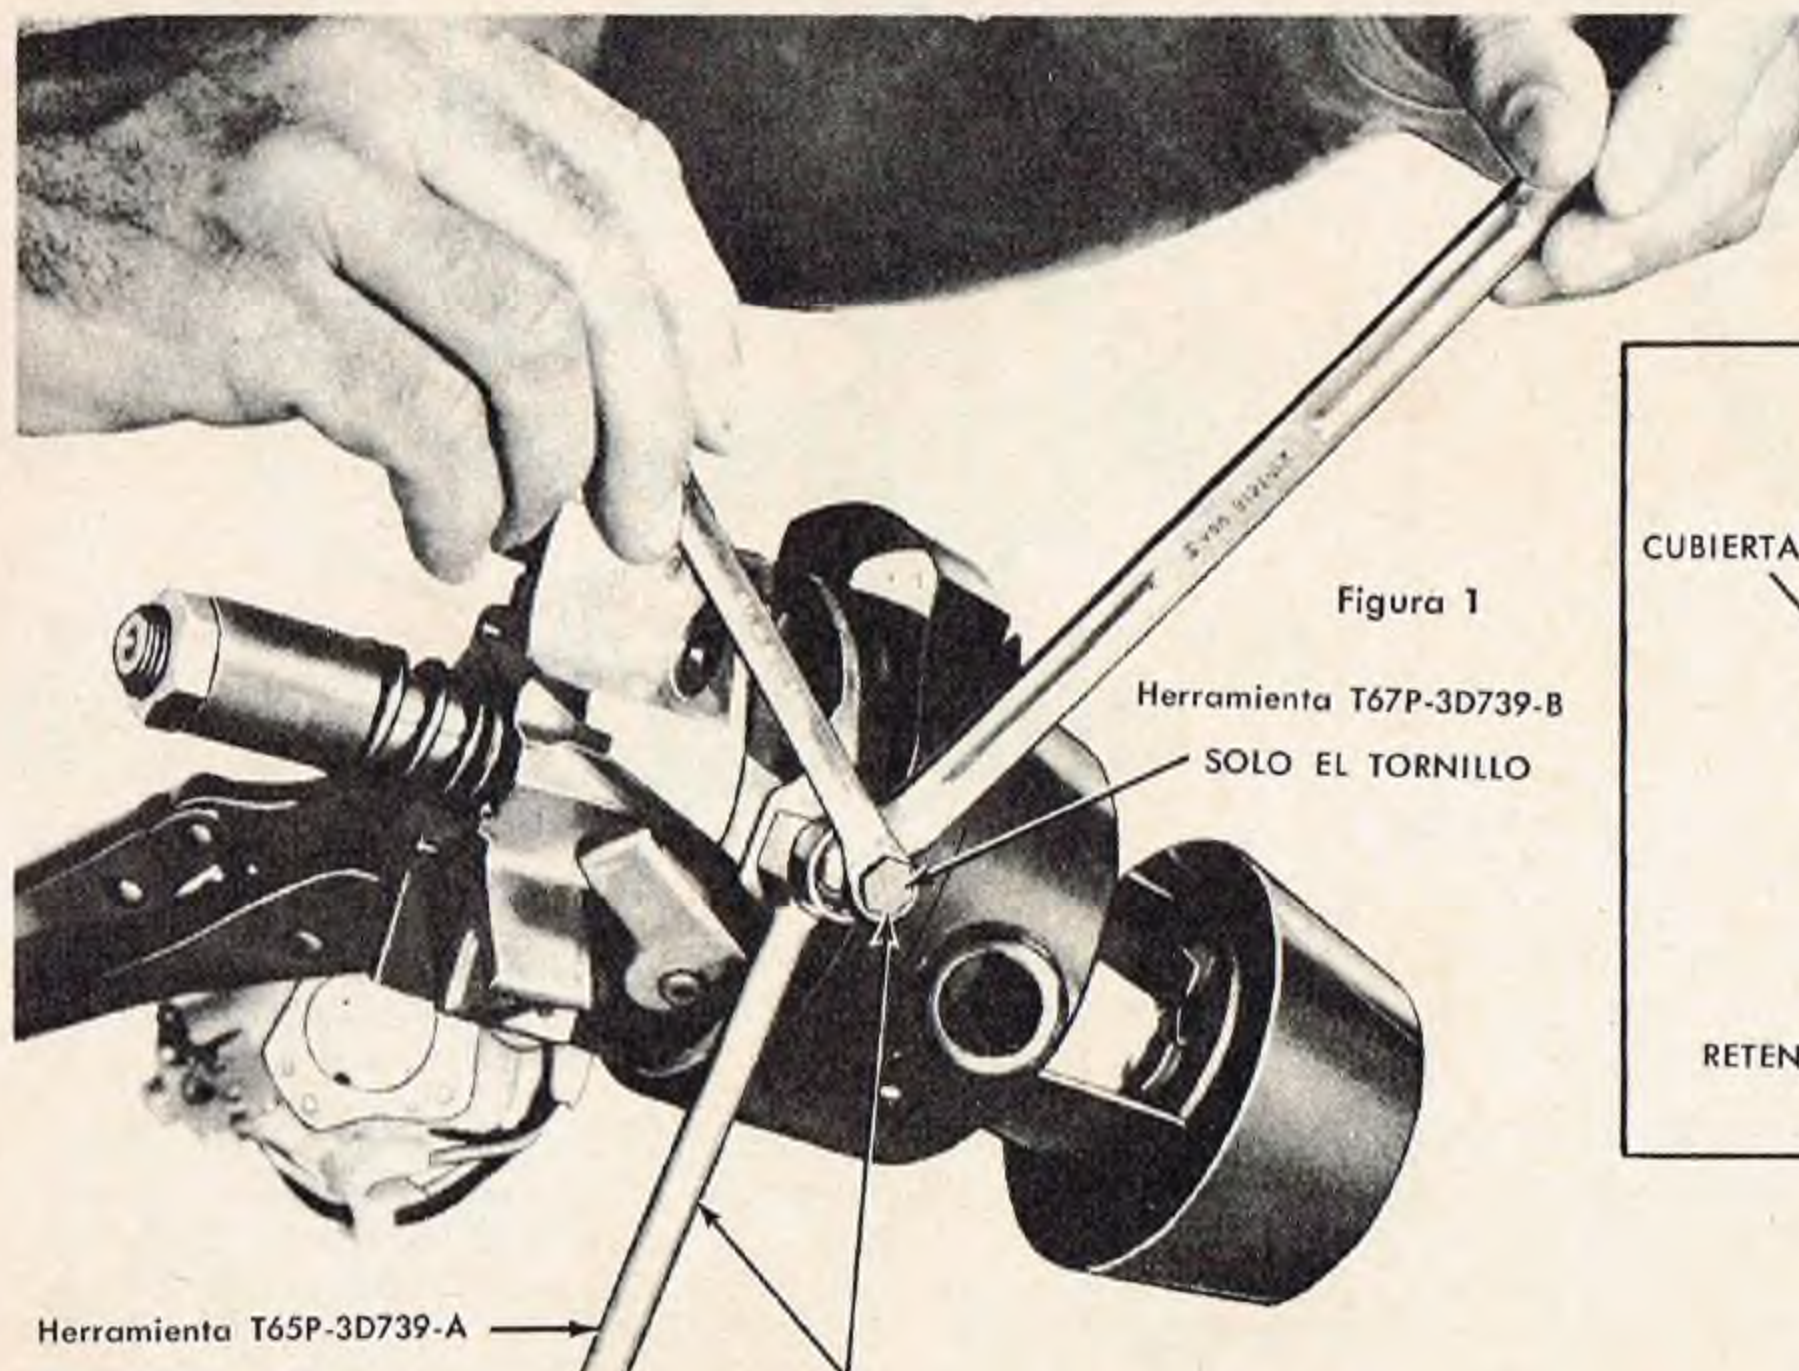

Figura 1
7. Comprima el sujetador de la columna de dirección con las quijadas de un alicate y llévelo a la más alta posición posible. (Figura 1).
9. Coloque la herramienta T67P-3D739-A como se muestra en la figura 1. Atornille el perno hacia adentro con los dedos hasta que llegue al fondo, entonces déle una sola vuelta hacia afuera. Mantenga estacionaria la cabeza del perno de  $\frac{3}{8}$ " y apriete la tuerca para extraer el pasador. Repita esta operación para extraer el pasador opuesto.